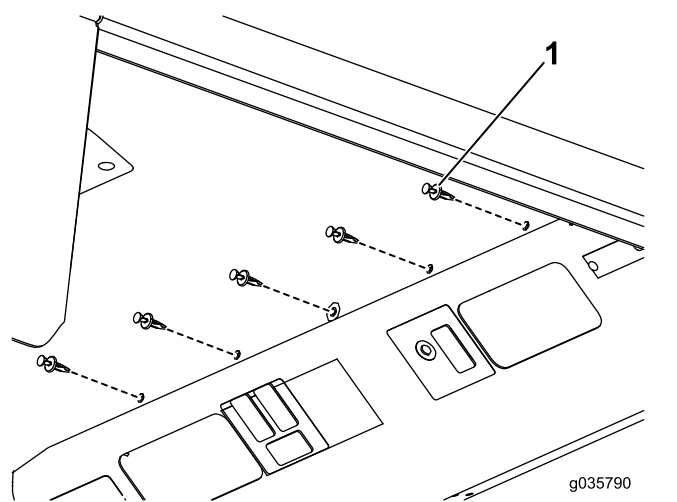

Figura 5
- Prenda o conjunto do teto no lugar utilizando 10 rebites (Figura 5).